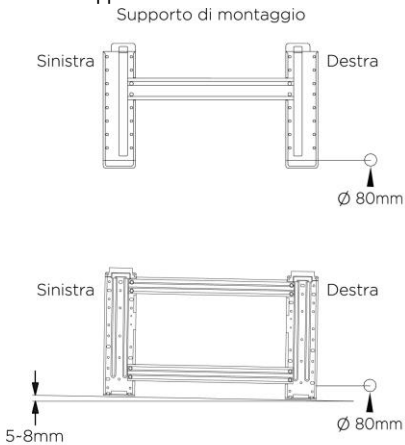

Figura 4
- Montare la scheda di installazione in metallo dell'unità interna. Regolare il pannello di montaggio in posizione orizzontale. La differenza di altezza tra i lati destro e sinistro del pannello di installazione deve essere inferiore a 5 mm. (Figura 4).